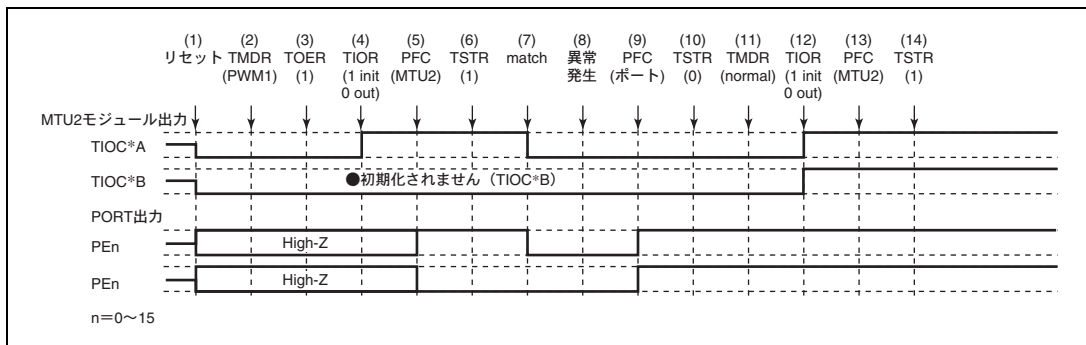

図 12.121 PWM モード 1 で異常が発生し、ノーマルモードで復帰する場合
PWM モード 1 で異常が発生し、再設定後ノーマルモードで再スタートする場合の説明図を図 12.121 に示します。
(1) ~ (10) は図 12.121 と共通です。
(11) PWM モード 1 で再スタートする場合には必要ありません。
(12) TIOR で端子を初期化してください (PWM モード 1 では TIOC*B 側は初期化されません)。
(13) 汎用入出力ポートで本モジュール出力としてください。
(14) TSTR で再スタートします。
(11) PWM モード 2 を設定します。
(12) TIOR で端子を初期化してください (PWM モード 2 では周期レジスタの端子は初期化されません)。
- (1) ~ (10) は図 12.121 と共通です。
- (11) 位相計数モードを設定します。
- (12) TIOR で端子を初期化してください。
- (13) 汎用入出力ポートで本モジュール出力としてください。
- (14) TSTR で再スタートします。
(11) 波形生成部の初期化のためノーマルモードを設定してください。
(12) TIOR で PWM モード 1 の波形生成部を初期化してください。
(13) TIOR で PWM モード 1 の波形生成部の動作を禁止してください。
(14) TOER でチャンネル 3、4 の出力を禁止してください。
(15) TOCR で相補 PWM の出力レベルと周期出力の許可禁止を選択してください。
(16) 相補 PWM を設定します。
(17) TOER でチャンネル 3、4 の出力を許可してください。
(18) 汎用入出力ポートで本モジュール出力としてください。
(19) TSTR で再スタートします。